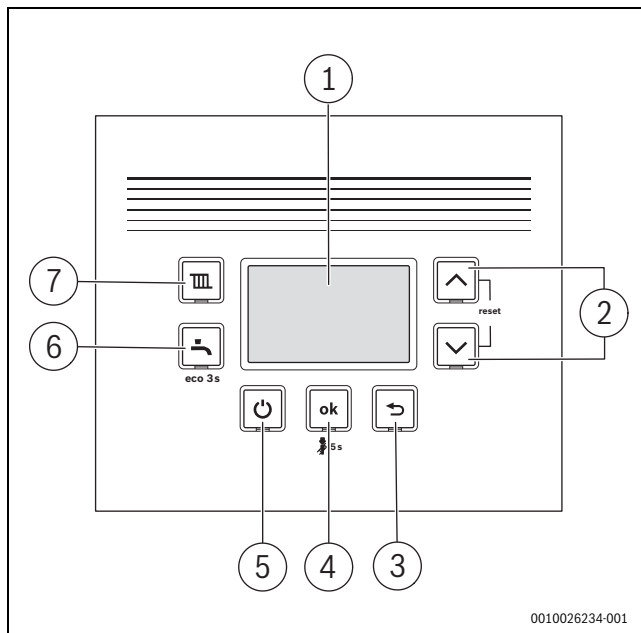

Bild 150 Bedienfeldübersicht
Nach der Inbetriebnahme schaltet die Taste (→ Bild 150, [5]) gleichzeitig Heizung und Warmwasserbereitung durch das Brennwertgerät ein oder aus, ohne die Spannungsversorgung zu unterbrechen.
- ▶ Im normalen Betrieb das Gerät mit der Taste  (→ Bild 150, [5]) ausschalten